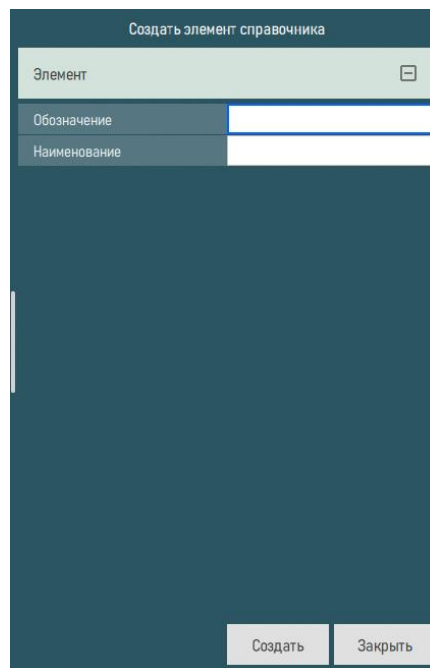

Рисунок 71 – Вид окна «Создать элемент справочника»
2) В открывшемся окне «Создать элемент справочника» заполнить необходимые поля (рисунок 71). Нажать на кнопку «Создать» для сохранения созданного элемента.